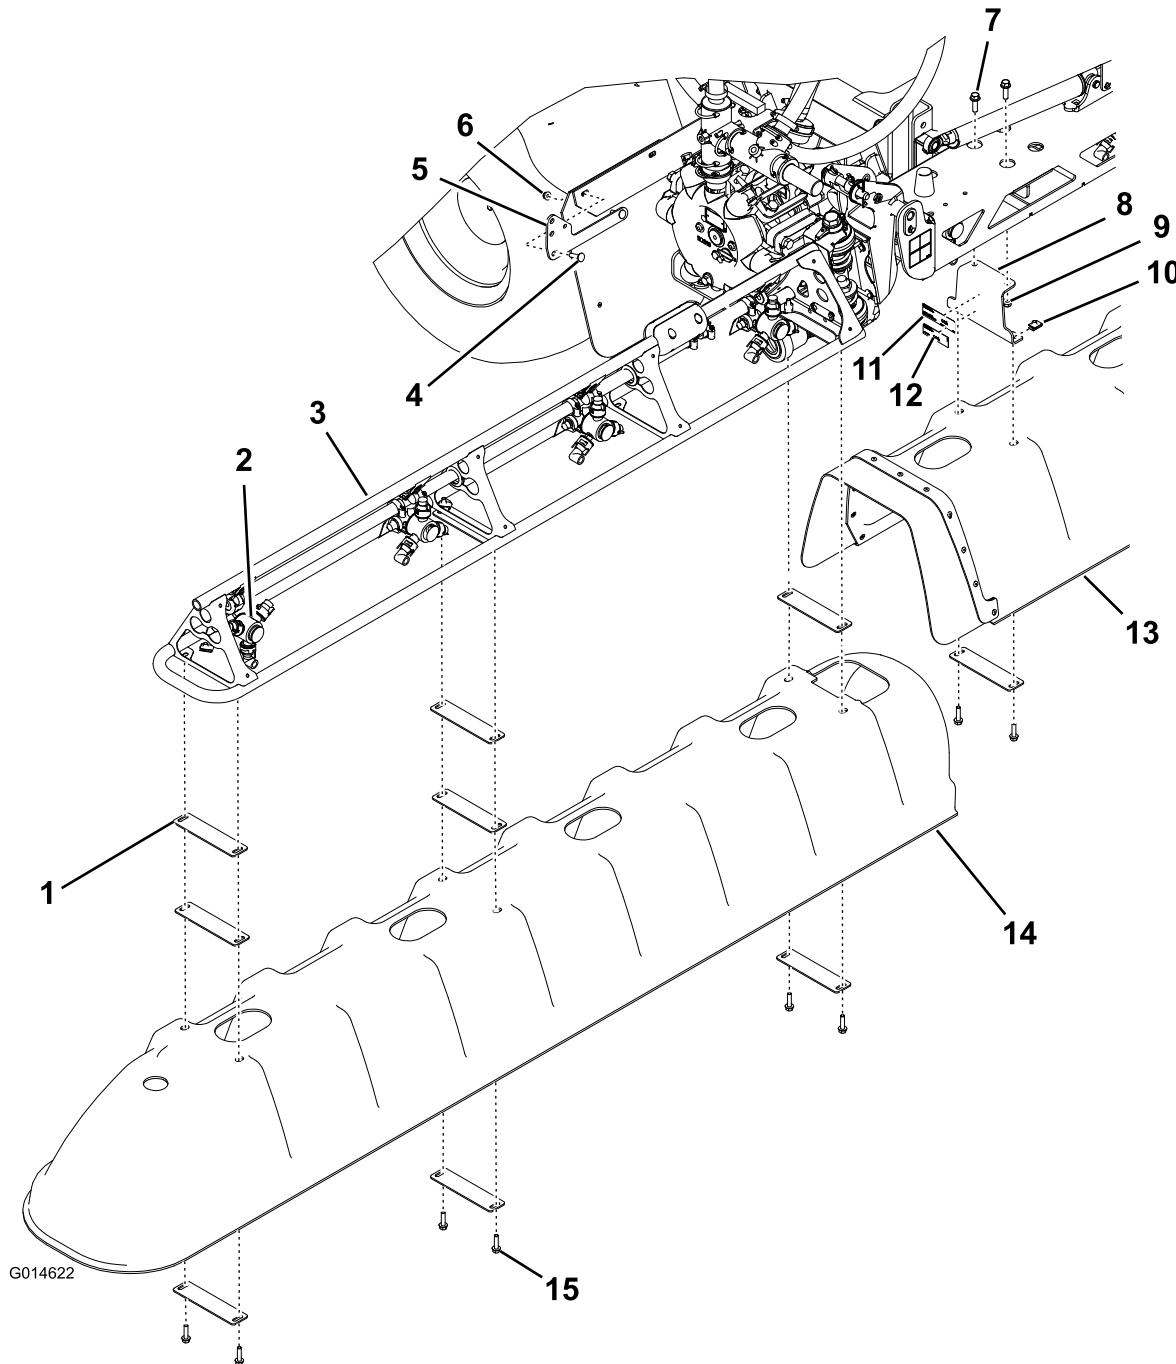

图1
- 将型号/序列号标贴和合规标贴贴在其中一个中央喷洒臂支架上，如 图1 所示。
- 如 图1 所示，用 2 个六角头螺丝 (3/8 x 1-1/4 英寸) 和 2 个凸缘螺母 (3/8 英寸) 将 2 个中央支架逐个固定到中央喷洒臂上。
- 如 图1 所示，用 4 个 U 形螺母、2 个垫片和 4 个六角头螺丝 (5/16 x 1-1/4 英寸) 将中央护罩组件安装在中央喷洒臂支架上。
- 用 8 个垫片、6 个六角头螺丝 (5/16 x 1-1/4 英寸) 和 6 个 U 形螺母安装其中一个侧翼喷洒臂护罩 (图1)。
1. 如 图1 所示, 用 2 个车身螺丝和 2 个凸缘螺母将排水阀安装支架安装在打药车上。
2. 从当前位置拆下排水阀, 用现有的保险销和系索将其固定在安装支架 (图1) 上。